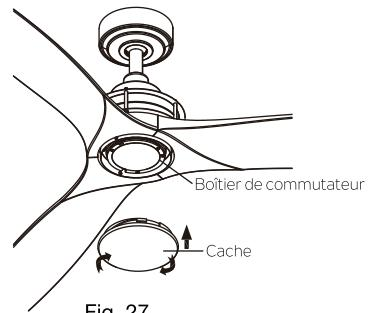

Fig. 27
**Étape 8.** Sécurisez le cache au boîtier de commutateur en tournant dans le sens horaire. Ne pas serrer avec excès(Fig. 27)